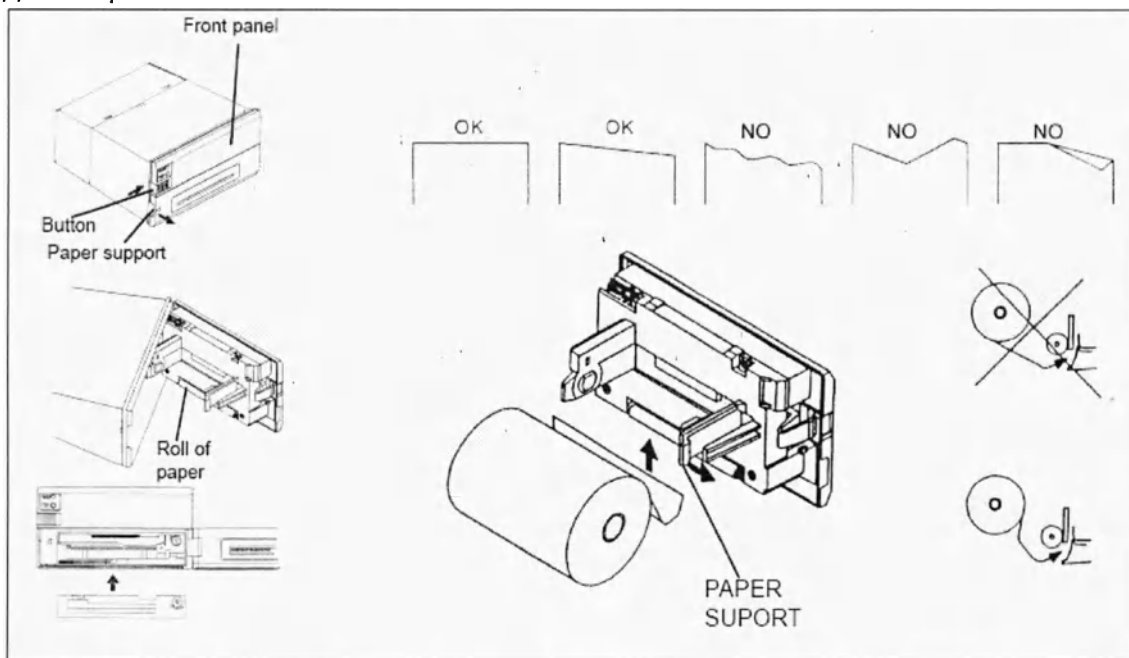

Рис. 1: Расположение бумаги и ленты в принтере.
- 5) Вставьте бумагу, как это указано на схеме на задней стороне лицевой панели. Та же схема изображена на рис. 1